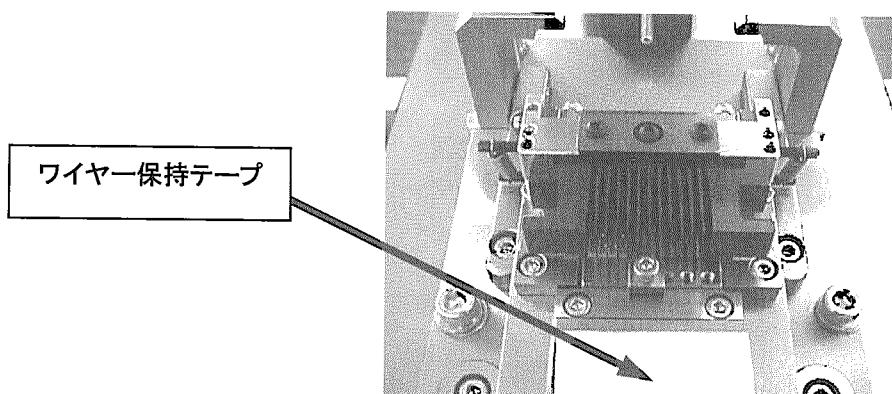

Fig. 6-4
(3) ワイヤ保持テープ交換 <Fig. 6-4>
- ① コネクタセット部手前側に貼り付けてあるワイヤ保持テープを剥がして下さい。
- ② 日東電工 No.523 同等品両面テープを3センチ×2センチ程度の大きさにカットし、剥がしたテープと同様の位置に貼り付けて下さい。